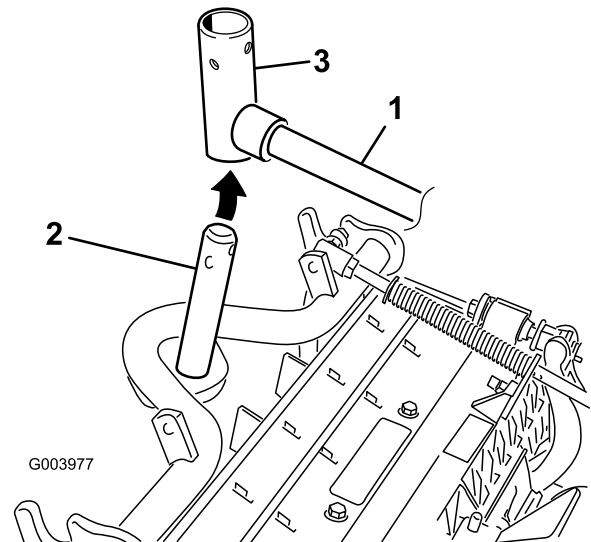

Bild 10
8. Frontschneideinheiten: Schieben Sie eine Schneideinheit unter den Hubarm und schieben Sie gleichzeitig die Trägerrahmenwelle in das Gelenkjoch des Hubarms (Bild 10).
- B. Setzen Sie das Hubarmjoch in die Trägerrahmenwelle ein (Bild 10).